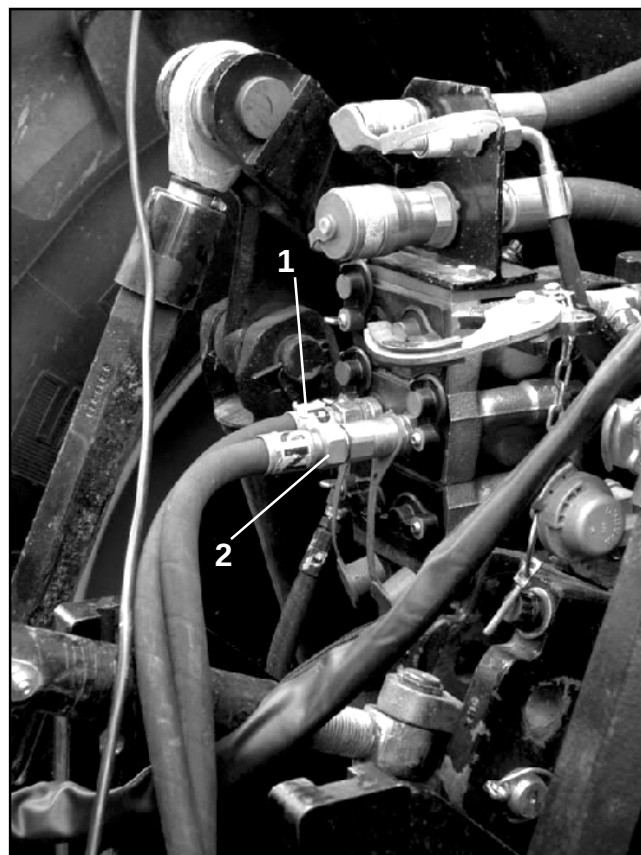

Fig. 8.13-14
- 1 enkeltvirkende styreventil til trykledningen (fig. 8.13-14/1).
- 1 returløb uden tryk til tilkobling af returløbsslangen (fig. 8.13-14/2).